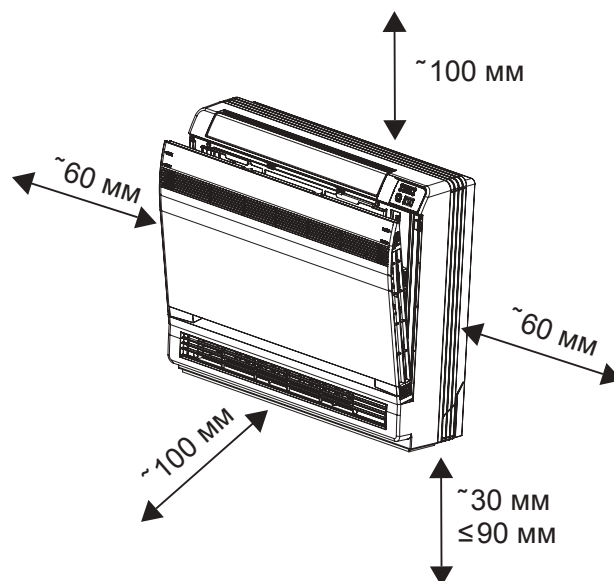

Рис. 11.22.
11.1.3. На рис. 11.22. указаны минимальные допустимые расстояния от консольного блока до ограждающих конструкций.